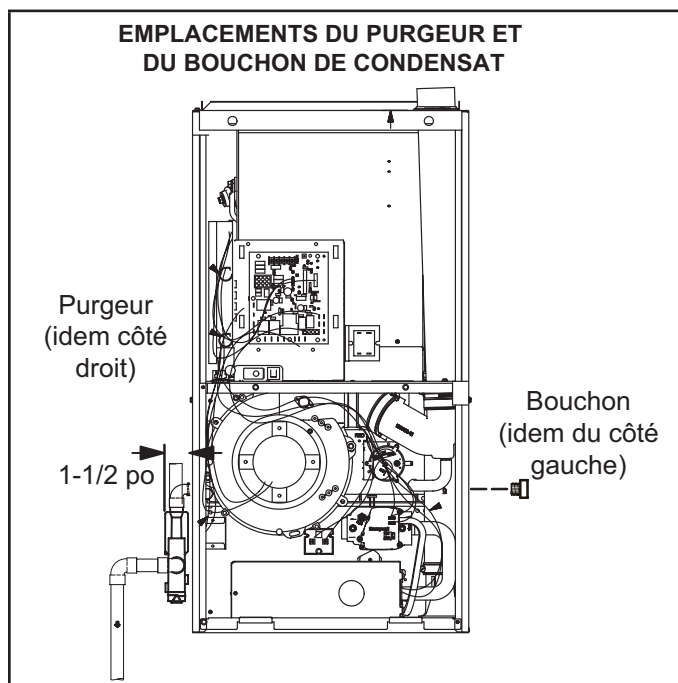
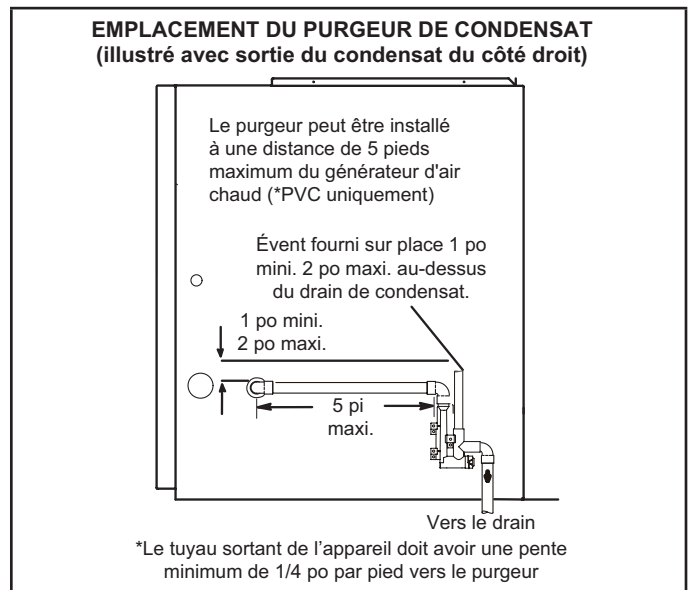

FIGURE 48
FIGURE 50
Cette unité est prévue pour une sortie à gauche ou à droite du tuyau de condensat. Voir les FIGURE 48 et FIGURE 50 pour les emplacements du purgeur de condensat.
- 2 - Utiliser un grand tournevis à tête plate ou une douille d'entraînement de 1/2 po pour retirer le capuchon (figure 48) du boîtier du collecteur de l'extrémité froide à l'emplacement approprié sur le côté de l'appareil. Installer un coude de 3/4 po NPT sur le boîtier du collecteur de l'extrémité froide. Utiliser de l'adhésif au Téflon ou un enduit d'enrobage approprié.